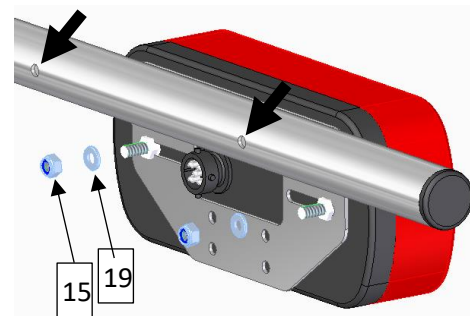

Abbildung 9
Danach können die Leuchten an den Blechen montiert werden - die Leuchte mit dem weißen Rückfahrlicht (3) auf der Beifahrerseite und die Leuchte mit der roten Nebelschlussleuchte (4) auf der Fahrerseite. Die Kennzeichenbeleuchtung (seitliches weißes Glas an den Leuchten) muss Richtung Kennzeichen zeigen (siehe Bild unter Punkt 7). Stecken Sie die Gewinde durch die Langlöcher und sichern Sie sie jeweils mit einer Unterlegscheibe (19) und einer Sicherungsmutter (15) (max. 6Nm - siehe Abb. 9).
Danach können Sie die Stangenhalter (21) in die sechs Löcher auf der Rückseite des Rohrs drücken. Kleben Sie die Reflektor-Aufkleber jeweils auf den Kunststoffstopfen an den Rohr-Enden (ebenfalls sichtbar auf Abb. 9 ganz rechts).